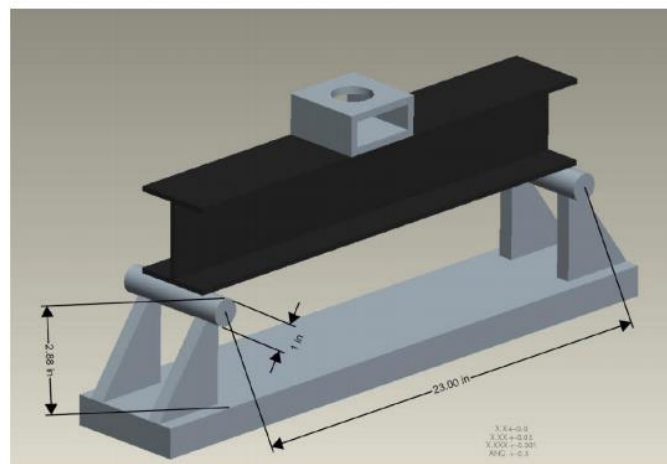

図1 三点曲げ治具に設置したブリッジの一例
- d. 修正三点曲げ治具および負荷ブロックについては、以下に示す図1～3を参照のこと。